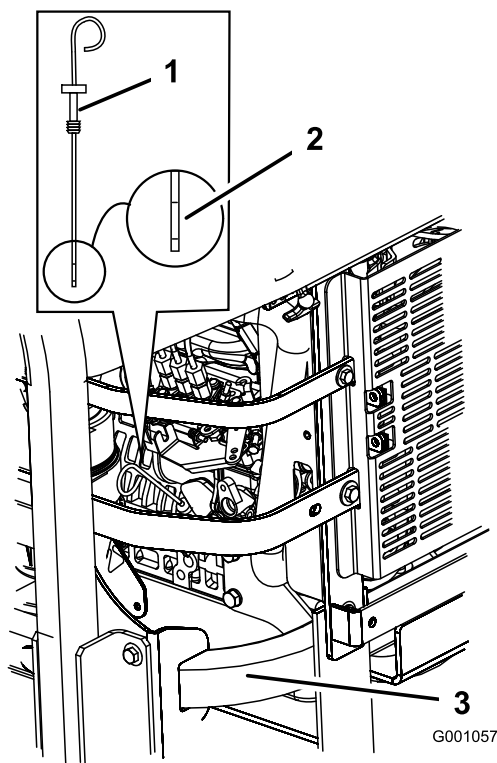

Figura 46
3. Limpe a zona em redor da vareta de óleo (Figura 46), para evitar que entre sujidade no orifício de enchimento e possíveis danos no motor.
4. Retire a vareta do óleo e limpe a extremidade metálica (Figura 46).
5. Volte a colocar a vareta no tubo de enchimento. Retire a vareta e verifique a extremidade metálica (Figura 46). Se o nível de óleo estiver baixo, verta lentamente apenas o óleo suficiente para que suba até à marca Full (cheio).